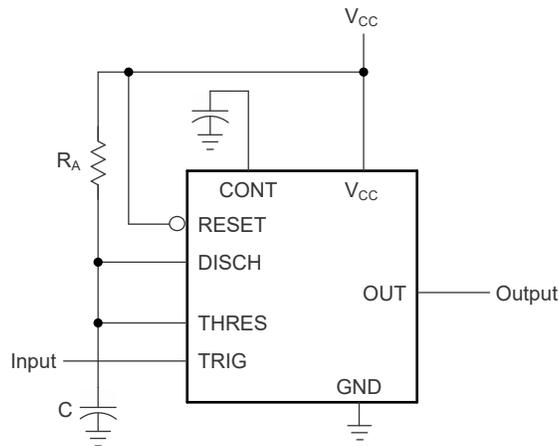

図 6-2. モノステーブル動作回路
- (1) 最小値または最大値として示されている条件については、「推奨動作条件」で指定されている適切な値を使用します。
- (2) 指定された値は、図 6-2 と同様のモノステーブル回路のデバイスのものであり、次の成分値を使用します。 $R_A = 2k\Omega \sim 100k\Omega$ 、 $C = 0.1\mu F$ 。
モノステーブル動作に関して、図 6-2 にこれらのタイマのいずれかを接続する方法を示します。出力が Low の場合、トリガ (TRIG) に負方向のパルスを印加するとフリップフロップが設定され (\bar{Q} が Low になる)、出力が High に駆動され、Q1 がオフになります。C コンデンサは、コンデンサの両端の電圧がスレッシュホールド (THRES) 入力のスレッシュホールド電圧に達するまで、 R_A 経路で充電されます。TRIG が High レベルに戻ると、スレッシュホールドコンパレータの出力によってフリップフロップがリセットされ (\bar{Q} が High になる)、出力が Low に駆動され、Q1 経路で C が放電します。
図 6-5 は、2 番目の抵抗 (R_B) を図 6-2 の回路に追加し、トリガ入力をスレッシュホールド入力に接続すると、タイマがセルフトリガしてマルチバイブレータとして動作することを示しています。コンデンサ C は R_A および R_B 経由で充電され、 R_B 経由でのみ放電されます。したがって、デューティサイクルは R_A と R_B の値によって制御されます。
タイミング サイクルの長さを調整することで、図 6-2 に示す基本回路は周波数分周器として動作させることができます。図 6-8 は、タイミング サイクル中は再トリガが発生しないという特性を利用した 3 分周回路を示しています。
図 6-2 を参照